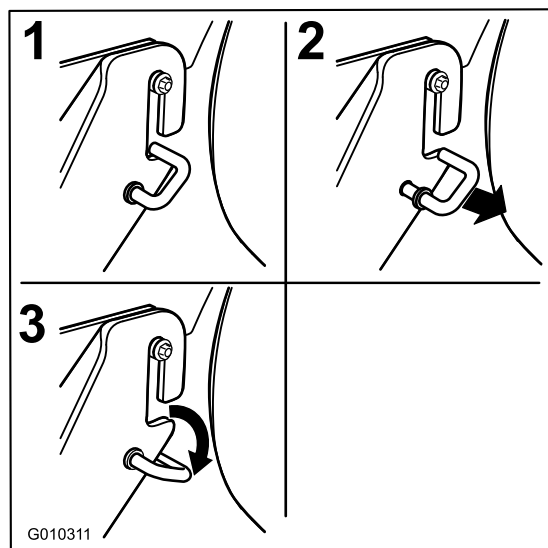

Bild 74
1. Bewegen Sie an beiden Seiten des Mähwerks die gefederten J-Haken aus dem Schlitz in den hinteren Hängeprofilhalterungen (Bild 74).